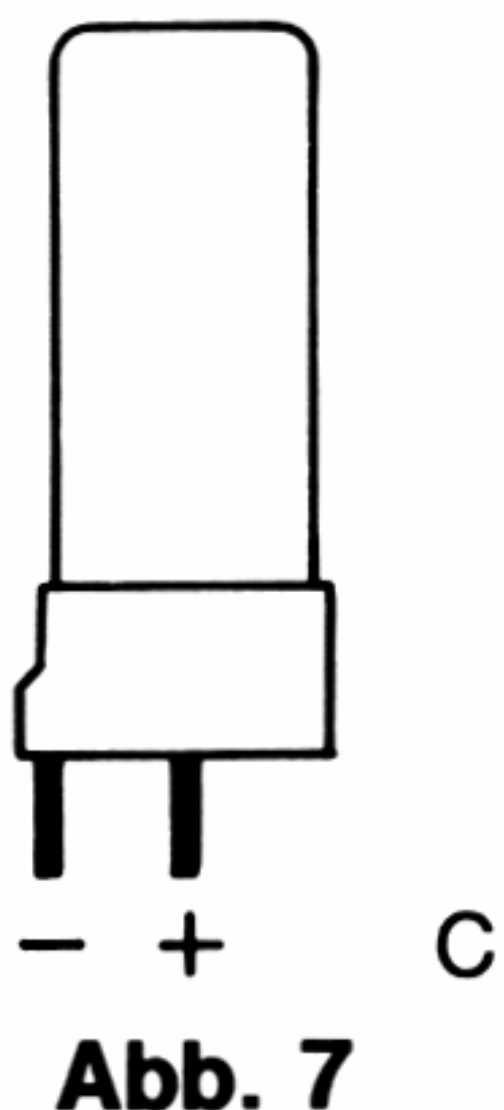

Abb. 7
3. Stecken Sie den Kondensator von der Positionsdruckseite auf die gedruckte Schaltung (Abb. 7).